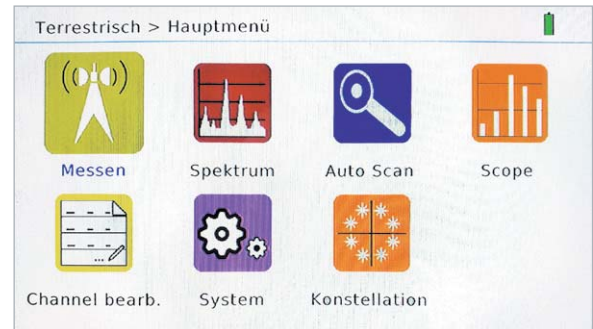

Bild 21: Dies ist der Hauptverteiler in die Messfunktionen für terrestrische DVB-Ausstrahlungen.
**Terrestrisch > Hauptmenü.** Dies ist der Verteiler auf die Aufgabenbereiche „Messen“, „Spektrum“, „Auto Scan“, „Scope“, „Channel bearb.“, „System“ und „Konstellation“ (Bild 21). Sie werden durch Anfahren des entsprechenden Icons und Bestätigen mit der OK-Taste aktiviert. Weil manches hier ähnlich ist wie bei DVB-S/S2, werden wir uns kürzer fassen.